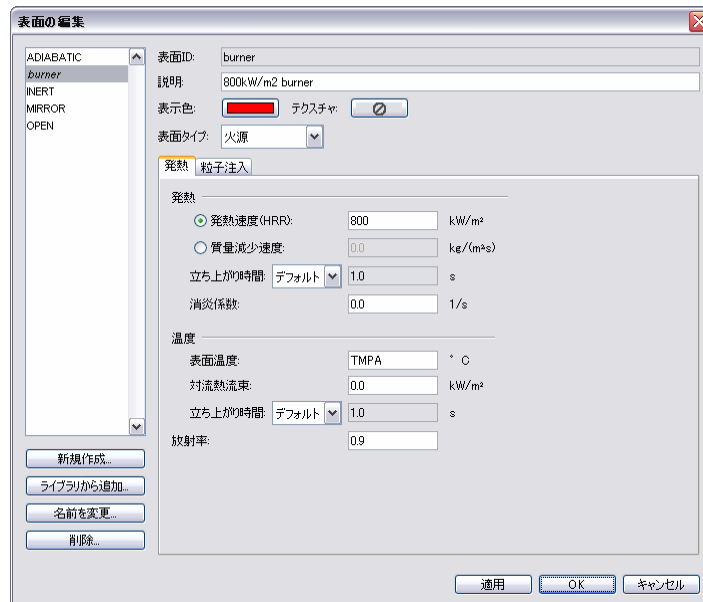

図 2.3 火源表面のパラメタ定義
1. 説明 のボックスに 800 kW/m² burner と入力します、図 2.3。